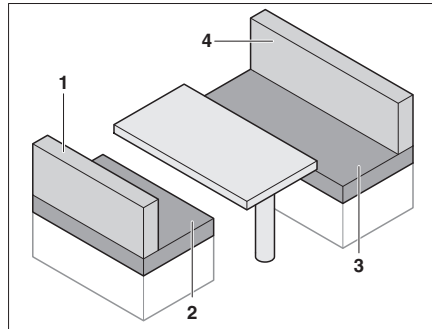

Fig. 79 Antes de la transformación
- Extraer los cojines del respaldo (Fig. 79,1 y 4).